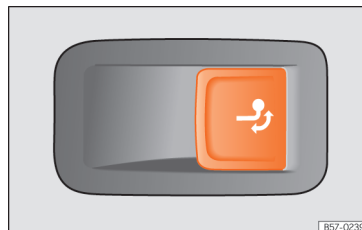

Abb. 298 Auf der rechten Seite im Gepäckraum: Taste zur Entriegelung des Kugelpfopfes.
• Ziehen Sie kurz an der Taste »» **Abb. 298**. Der Kugelkopf wird automatisch entriegelt und dreht selbsttätig heraus. Die Kontrollleuchte der Taste blinkt »» **Abb. 298**.
• Ziehen Sie kurz an der Taste »» **Abb. 298**. Der Kugelkopf wird elektrisch entriegelt.
• Drehen Sie den Kugelkopf unter den Stoßfänger bis er hör- und fühlbar einrastet und die Kontrollleuchte der Taste »» **Abb. 298** dauerhaft leuchtet.
• Wenn die Kontrollleuchte der Taste »» **Abb. 298** blinkt, ist der Kugelkopf noch
• Drücken Sie keinesfalls die Taste »» **Abb. 298**, wenn ein Anhänger oder ein Gepäckträger oder anderes Zubehör auf dem Kugelkopf eingehängt ist.